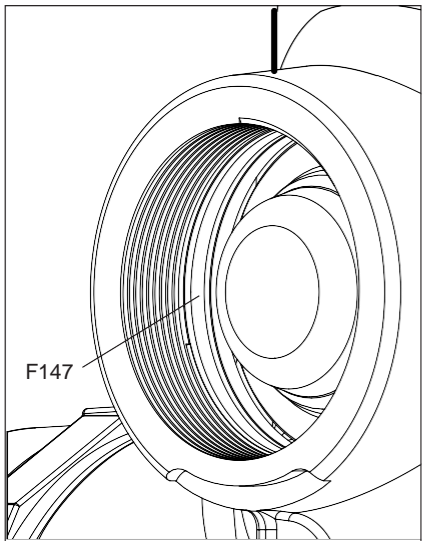

Fig. 3D
4. Retire el O-ring de la boquilla de manguera roscada (F147), ver Fig.3D, o el O-ring de la boquilla de bombeo roscado (F131), Ver Fig. "3E", en la página 9.